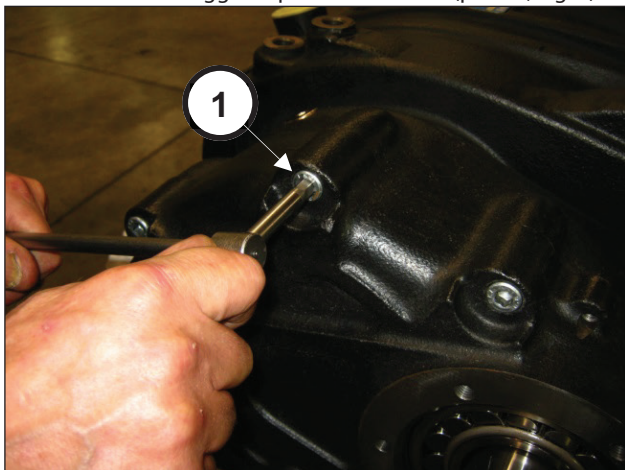

Fig. 5
Svitare le viti di fissaggio coperchio riduttore (pos. ①, Fig. 5).